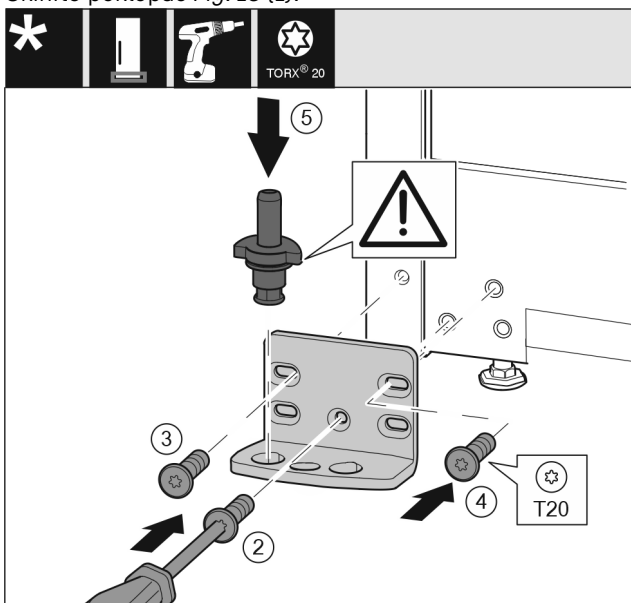

Fig. 19
- ▶ Postavite podložak ležaja na drugu stranu i pritegnite ga odvijačem. Započnite s vijkom Fig. 19 (2) dolje u sredini.
- ▶ Pritegnite vijak Fig. 19 (3) i vijak Fig. 19 (4).
- ▶ Potpuno umetnite podložak ležaja Fig. 19 (5). Pritom se pobrinite za to da je uskočna izbočina okrenuto prema natrag.